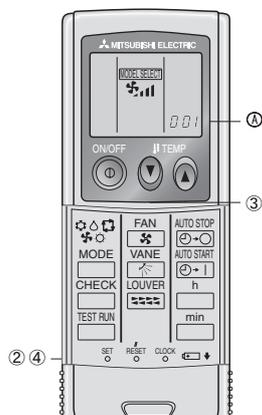

Fig. 6-6
3) Einstellung (Fig. 6-6)
- ① Batterien einlegen.
- ② SET-Taste mit einem spitzen Gegenstand drücken.